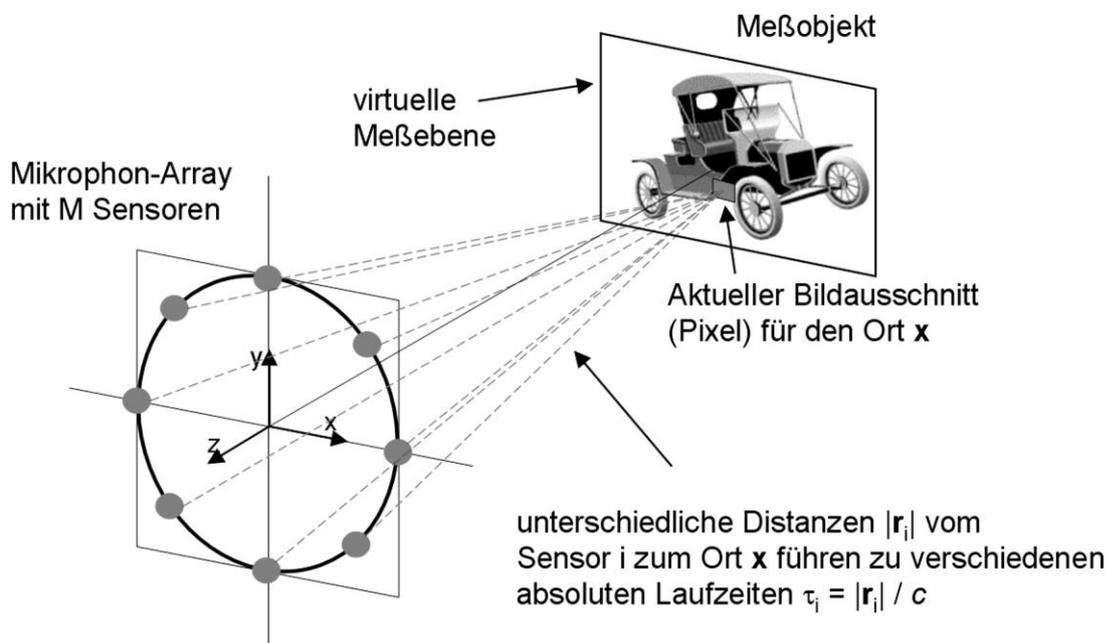

Bild 2: Quellortung mit der Akustischen Kamera
Grundlage des Verfahrens ist das Delay-und-Sum-Beamforming im Zeitbereich. Bei dieser Methode werden die Laufzeitunterschiede von einem Schallereignis zu jedem der Mikrofone des Arrays ausgewertet (siehe Bild 2).
- Bild 2 Quellortung mit der Akustischen Kamera (/Bilder/Messprinzip.jpg)